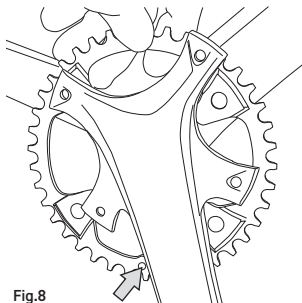

Fig.8
- **PARA EKAR:** Coloque el nuevo plato en el soporte del conjunto de plato y bielas, haciendo coincidir el pasador del plato con la biela (Fig. 8).